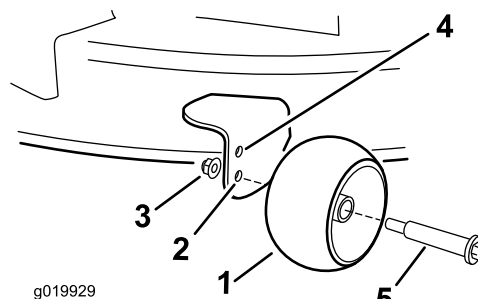

Figure 23
- Trous supérieur – utilisez cette position pour les hauteurs de coupe du tablier de coupe jusqu'à 63 mm (2-1/2 po) (Figure 23).
- Trous inférieur – utilisez cette position pour les hauteurs de coupe du tablier de coupe à partir de 76 mm (3 po) (Figure 23).